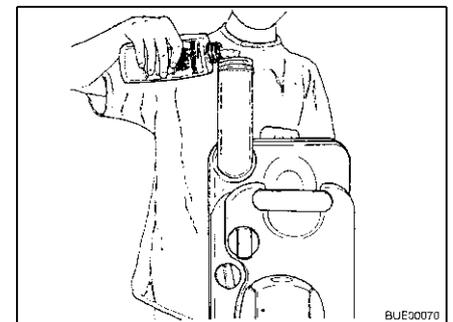

Fig. 221 Rifornimento di liquido sanitario
- Versare la quantità indicata di liquido sanitario nel serbatoio fecale (Fig. 221).